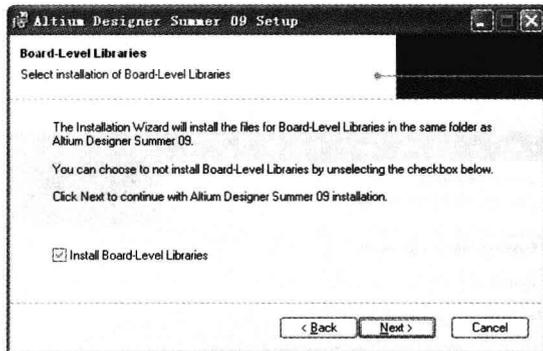

图 1-5 板层库安装对话框
(5) 单击  按钮，继续下一步操作即可进入如图 1-5 所示的板层库安装对话框。在弹出的对话框中选中 Install Board - Level Libraries 前面的复选框，这样在安装程序的同时也将板层库进行了安装，这点与较早版本的 Altium Designer 程序不同。